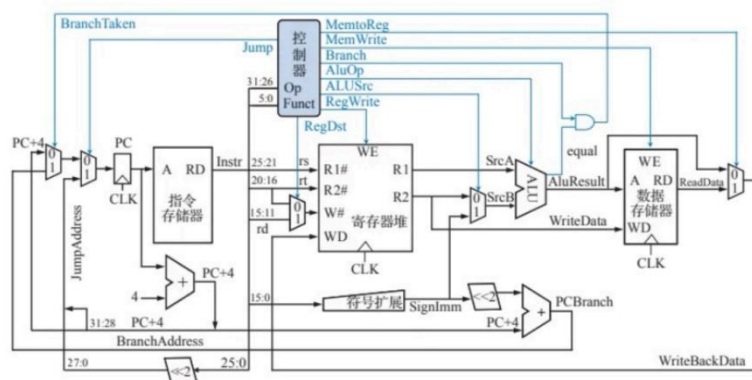

图 6.25 单周期 MIPS 处理器的数据通路高层视图
6.6 假设图 6.25 所示的单周期 MIPS 处理器中, 操作控制器输出某个控制信号时发生了恒 0 故障, 表 6.2 中的哪些指令会发生错误呢? 为什么? 如果是恒 1 故障呢?